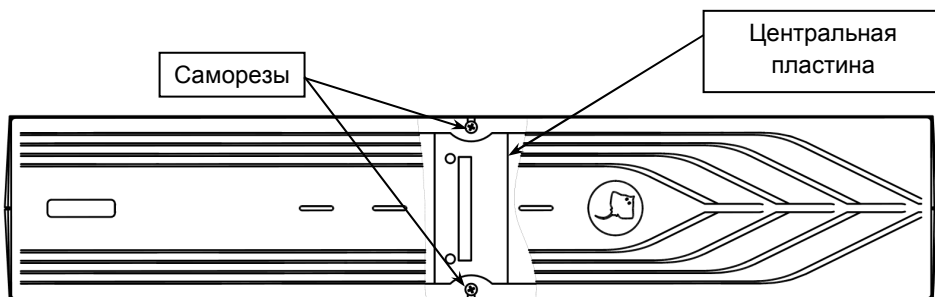

Рисунок 5 – Крепление центральной фиксирующей пластины
- снять центральную фиксирующую пластину, открутив два крепежных самореза (см. рисунок 5);